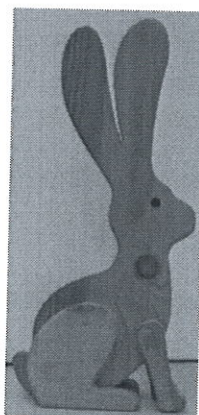

Рис. 1. Садовая фигура «Заяц»
1. Вам необходимо разработать основание для садовой фигуры «Заяц» (рис. 1.). Садовая фигура предназначена для установки на грунте (земле) дачного участка.